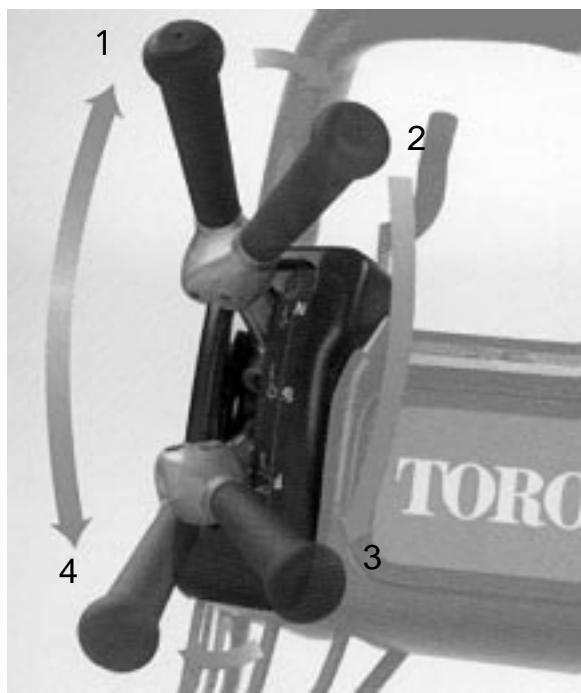

図28
- 2 . 走行を「解除」とし、リールレバー（図28）を回転側に倒す。
所望位置に来たらカッティングユニットを下ろして刈り込み作業を始める（図28）。